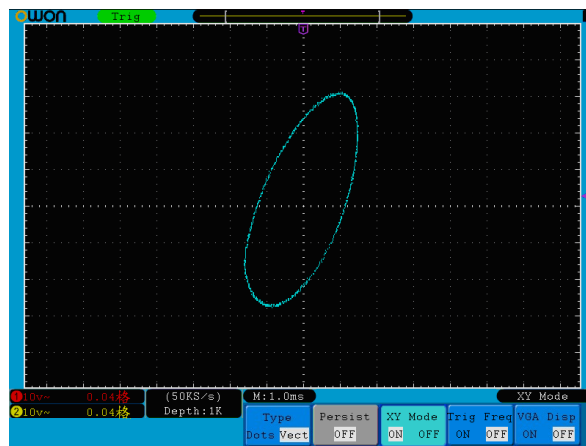

Рисунок 5.33. Отображение осциллограммы в формате XY.
2. Нажмите кнопку **H3**, чтобы выбрать значение **ON** и включить режим XY. Формат отображения при этом изменится на XY (см. рисунок 5.33).